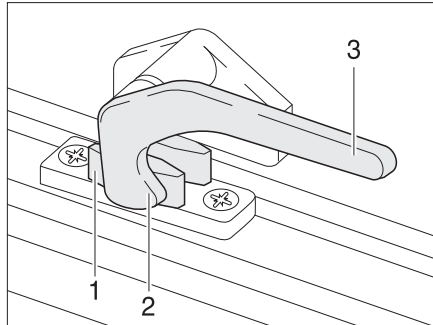

Bild 13 Verriegelungshebel in Stellung "geschlossen"
- Den Verriegelungshebel (Bild 13,3) eine viertel Umdrehung zur Fenstermitte hin drehen.
- Den Verriegelungshebel (Bild 13,3) eine viertel Umdrehung zum Fensterahmen hin drehen. Die Verriegelungsnase (Bild 13,2) liegt auf der Innenseite der Fensterverriegelung (Bild 13,1).